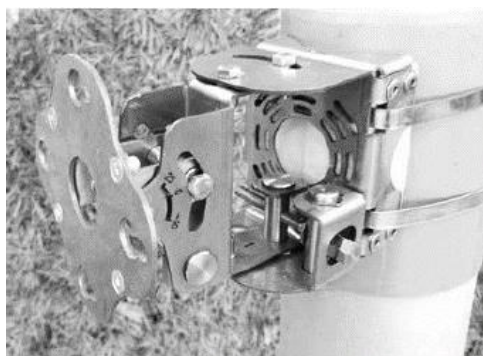

Рис. 16
4) Сориентируйте опорно-юстировочное устройство по горизонтали в направлении противоположной станции (Рис. 16). Затяните винты на хомутах.